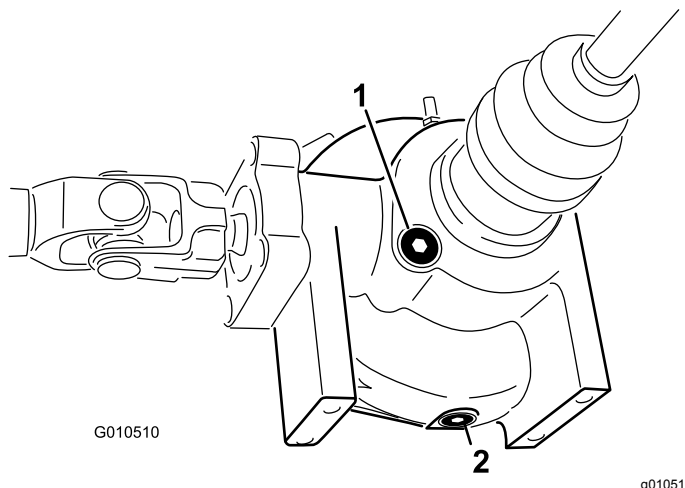

図 43
4. デファレンシャルの側面についている補給・点検プラグの周囲をきれいに拭く(図 43)。
4. デファレンシャル側面にあるドレンプラグの周辺をウェスできれいにぬぐう 図 43。